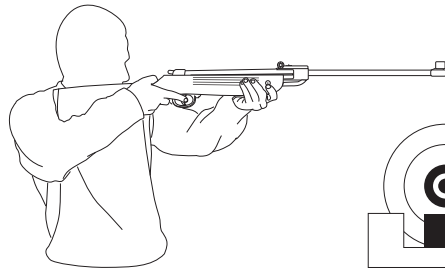

Bild 10
- Gehen Sie in Anschlag, entsichern Sie die Waffe, jetzt ist sie schußbereit (Bild 10)